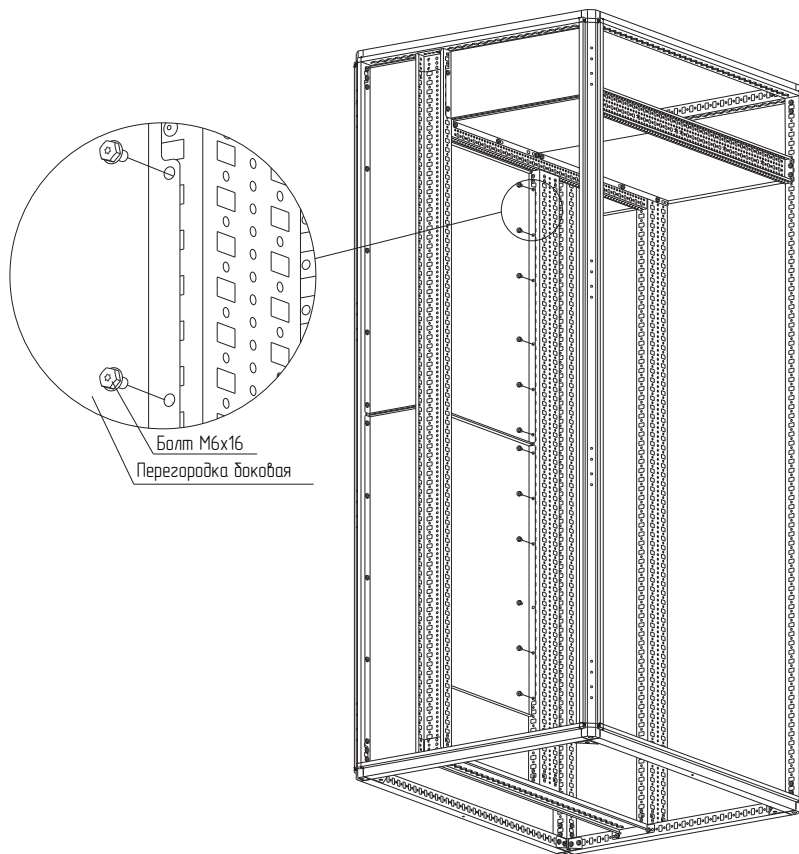

Рисунок 60
4.34.2 Закрепить перегородки боковые для распределительных шин на нужной высоте на стойках каркаса болтами М6×16 (рисунок 60). Момент затяжки – 7 Н·м. Метизы в комплект поставки не входят.